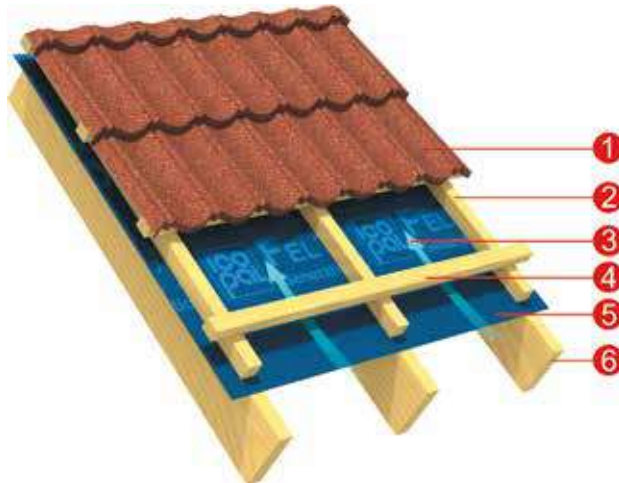

Рисунок 2
4.1 Неутепленная крыша (холодный чердак) (Рисунок 2).